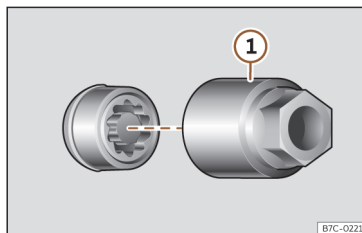

Fig. 235 Parafuso antirroubo com capa de proteção e adaptador.
- Encaixe o adaptador especial >>> **Fig. 235** ① (ferramenta de bordo >>> Página 338) no parafuso antirroubo da roda até ao limite.